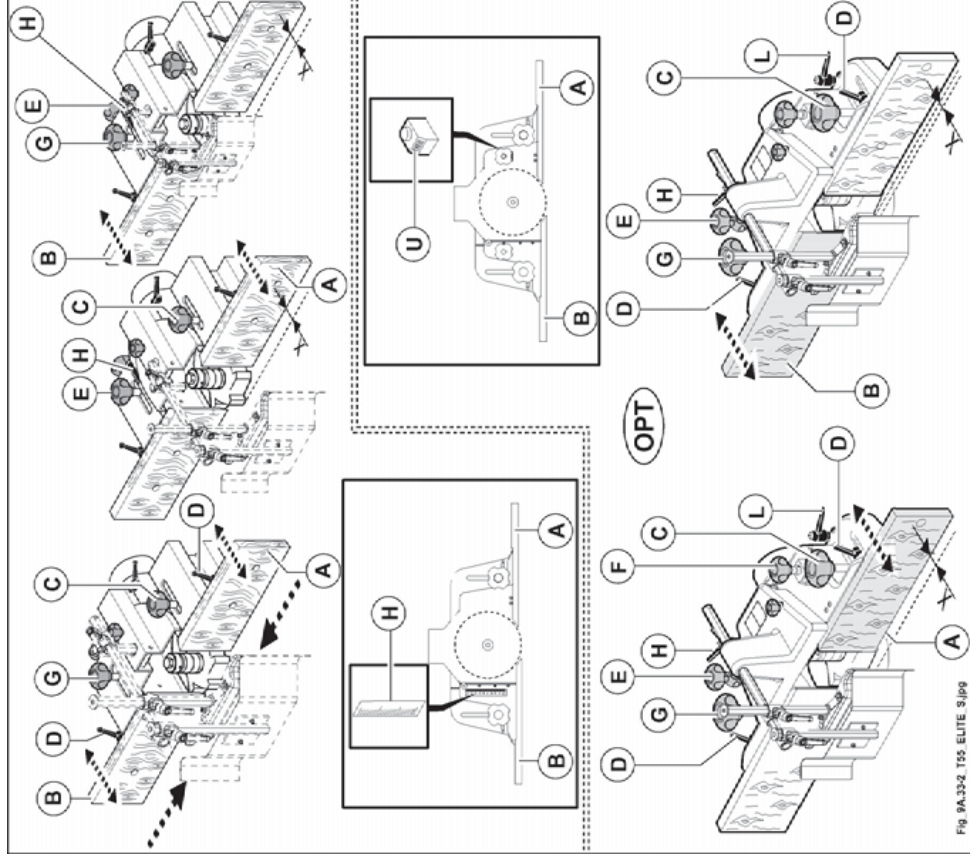

Abb. 9.33-2
- Nach Lösen der Kugelgriffe (G, C Abb. 9.33-2) die ganze Haube-Fräsanschlageeinheit in die Position, die zur gewünschten Abtragstiefe geeignet ist, bringen dann Kugelgriffe festklemmen.
- Anschlaglineale (A und B Abb. 9.33-2) sollen möglichst nahe dem Werkzeug (rund 2-3 mm) sein. Die Durchföhrung dieser Einstellung erfolgt durch die zwei Griffe (D Abb. 9.33-2) hinter den betreffenden Anschlaglinealen.
Für eine weitere Feineinstellung der Abtragstiefe das Aufgabe-Anschlaglineal (A Abb. 9.33-2) wie folgt einstellen:
- den Knauf (C Abb. 9.33-2) lösen.
- Kugelgriff (E Abb. 9.33-2) drehen um die richtige Stellung zu erreichen. Die Verstellung, an der numerischen Anzeige (H Abb. 9.33-2) ablesen.
- Nach ausgeführter Einstellung den Knauf (C Abb. 9.33-2) festziehen.
- der Hebel (H Abb. 9.33-2) und der Knauf (G Abb. 9.33-2) müssen festgestellt sein.
- Den Knauf (C Abb. 9.33-2) und den Hebel (L Abb. 9.33-2) lösen.
- Kugelgriff (F Abb. 9.33-2) drehen um die richtige Stellung zu erreichen. Die Verstellung, an der numerischen Anzeige (U Abb. 9.33-2) ablesen.
- Nach ausgeführter Einstellung den Knauf (C Abb. 9.33-2) und den Hebel (L Abb. 9.33-2) festziehen.
Zur Feineinstellung des Ausgabe-Anschlaglineales (B Abb. 9.33-2):
- den Knauf (G Abb. 9.33-2) lösen.
- Kugelgriff (E Abb. 9.33-2) drehen und die Ausrichtung des Anschlaglineals zum Werkzeug durch einen Kleinstab prüfen.
- Nach ausgeführter Einstellung den Knauf (G Abb. 9.33-2) festziehen.
- sicherstellen, dass der Hebel (L Abb. 9.33-2) und der Knauf (C Abb. 9.33-2) festgezogen sind.
- Den Knauf (G Abb. 9.33-2) und den Hebel (H Abb. 9.33-2) lösen.
- Kugelgriff (F Abb. 9.33-2) drehen und die Ausrichtung des Anschlaglineals zum Werkzeug durch einen Kleinstab prüfen.
- Nach ausgeführter Einstellung den Knauf (G Abb. 9.33-2) und den Hebel (H Abb. 9.33-2) festziehen.
die Verschiebung zwischen den beiden Tischen auf der Anzeige (H Abb. 9.33-2) einstellen. Wenn die Anzeige auf "0" steht, sind die beiden Führungen miteinander ausgerichtet.
Der an der Anzeige (U Abb. 9.33-2) angezeigte Wert entspricht dem Abstand der Fräswellenachse zur Tafel (B Abb. 9.33-2). Liegt das Werkzeug an der Tafel (B Abb. 9.33-2) plan an, stimmt dieses Maß mit seinem Radius überein.